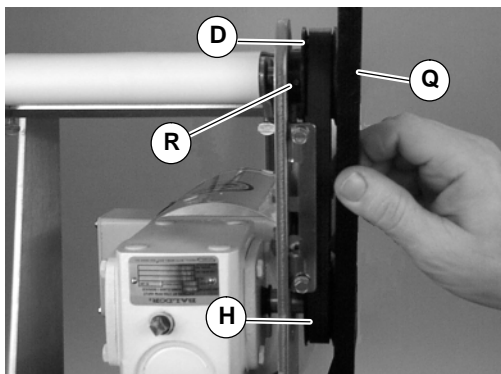

Abbildung 7
6. Mit einem Ausrichtlineal (Q siehe Abbildung 7) die Abtriebszahnscheibe D mit der Antriebszahnscheibe ausrichten (H). Die Stellschrauben an der Abtriebszahnscheibe festziehen (R).